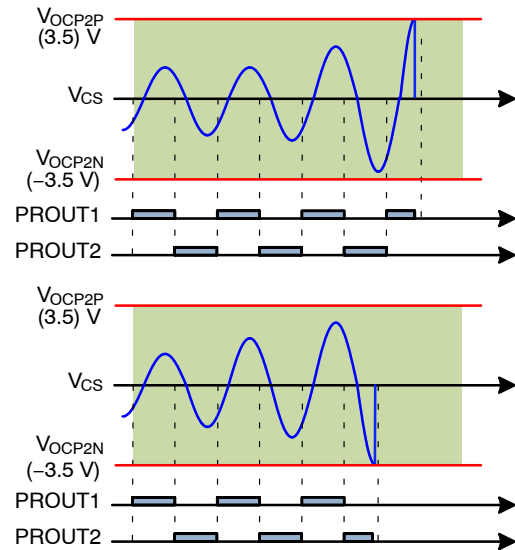

図 66. CS ピンの過電流保護
2. 過電流保護 (OCP2)： V_{CS} が 3.5 V より高いか -3.5 V より低い場合、過電流保護 (OCP) がトリガされます。瞬間的な 1 次側電流も CS ピンで検出されます。図 66 に示すように、CS ピンの OCP しきい値は 3.5 V と -3.5 V であるため、通常、図 61 にあるように、分圧回路を使用して V_{SENSE} から CS 信号を得ます。OCP には 150 ns のデバウンス時間が追加されます。